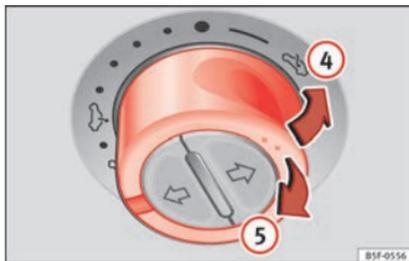

Fig. 12
• Ribaltamento all'indietro: girare la manopola sulla posizione ►► fig. 12 ④. Per ottenere una posizione intermedia, mantenere la manopola attiva fino alla posizione desiderata.
• Abbassare: girare la manopola sulla posizione ►► fig. 12 ⑤. Per ottenere una posizione intermedia, mantenere la manopola attiva fino alla posizione desiderata.